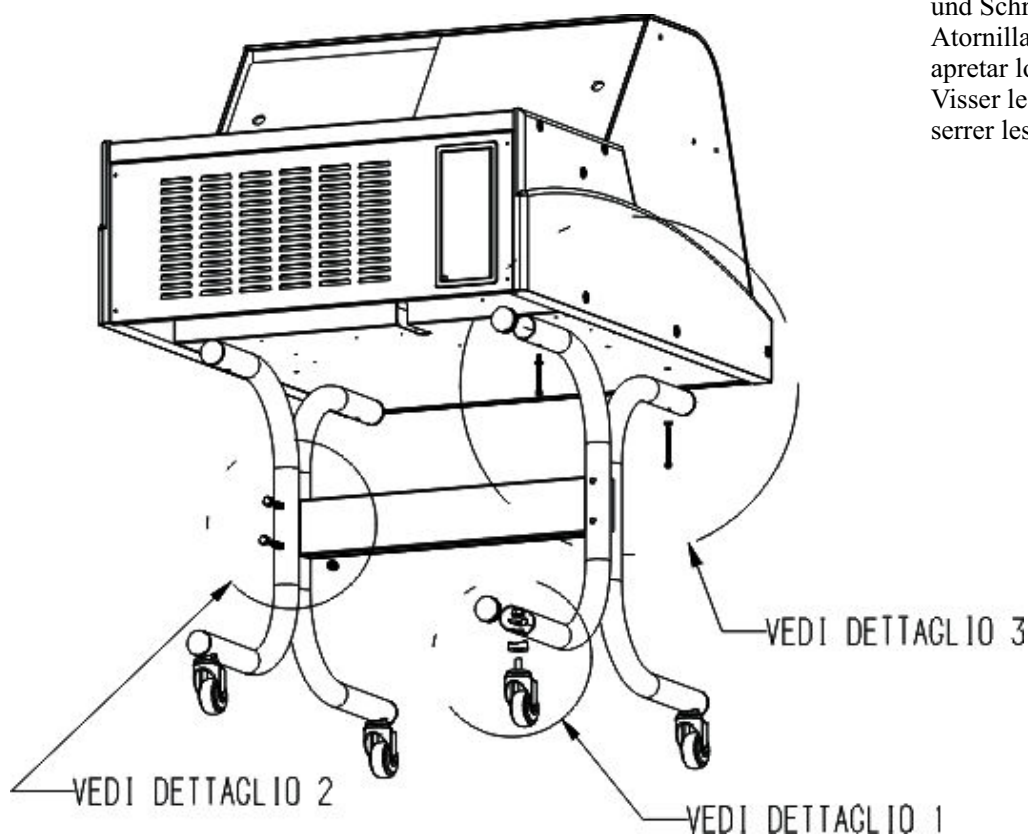

FIG. 11
L'apparecchiatura può essere dotata di un basamento con ruote per facilitarne lo spostamento. **1.** Montare le 4 ruote con i relativi anelli, nei fori sotto le 4 barre che fanno da piede. **2.** Applicare il tappo nero (A) nei fori in testata dei 4 piedi con lo smusso rivolto dalla parte del bullone. **3.** Applicare la barra trasversale alla base dei 4 piedi serrando le 4 barre filettate con i dadi ciechi. **4.** Assicurarsi che la struttura sia montata correttamente e regga sforzi verticali prima di applicarvi sopra la macchina (Vedi fig. 11).
Das Gerät kann mit einer Basis mit Rädern ausgerüstet werden, welche das einfache Verstellen ermöglicht. **1.** Montieren Sie die 4 Räder mit den bezüglichen Ringen in Übereinstimmung mit den Löchern unterhalb der 4 Stangen, welche als Beine dienen. **2.** Bringen Sie den schwarzen Stöpsel (A) auf den Löchern der 4 Bein-Köpfe an. Die Abfasung muss in Richtung des Bolzen ausgerichtet werden. **3.** Bringen Sie die transversale Stange an der Basis der 4 Beine an, indem Sie die 4 Stangen mit Gewinde mit den Muttern anschrauben. **4.** Bevor Sie die Maschine aufsetzen, versichern Sie sich dass die Struktur korrekt montiert ist und vertikalen Lasten standhält (siehe Abb. 11).
El aparato consta de una estructura con ruedas para facilitar el desplazamiento. **1.** Montar las 4 ruedas en los agujeros debajo de las 4 barras que actúan como patas. **2.** Aplicar el tapón negro en los agujeros de la cabeza de las 4 patas con la parte redondeada hacia el perno. **3.** Aplicar la barra transversal en la base de las 4 patas apretando fuertemente las 4 tuercas con una llave. **4.** Asegurarse que la estructura esté montada correctamente y que pueda sostener esfuerzos verticales antes de poner encima el aparato (Ver fig. 11).
Deze toestel is uitgerust van wieltjes voor een makkelijke omgang. **1.** Plaats 4 wieltjes met ringen, in gaatjes onder de basisvoetjes. **2.** Zwarte dop (A) plaats je in gaatjes bij de 4 wieltjes met het kaartje gericht richting het bout. **3.** Je plaats het ijzeren staaf aan de basis van de voetjes met 4 moertjes. **4.** Controleer dus het basis element dat goed gemonteerd is vooraleer een toestel erop geplaatst wordt (zie Afb. 11).
A aparelhagem pode ser dotada de um monobloco com rodas, para facilitar a sua movimentação. **1.** Montar as 4 rodas com os relativos anéis, nos furos sob as 4 barras que funcionam como apoio. **2.** Aplicar a tampa preta (A) nos furos localizados na extremidade dos 4 pés, com a chanfradura em direção ao parafuso. **3.** Aplicar a barra transversal na base dos 4 pés, fechando as 4 barras roscadas com as porcas-tampo. **4.** Assegurar-se que a estrutura esteja corretamente montada e tolere os esforços verticais, antes de apoiar a máquina sobre ela (Ver fig. 11).
Apparaten kan vara försedd med ett understativ med hjul för att underlätta förflyttningen. **1.** Montera de 4 hjulen med tillhörande ringar i hålen under de 4 stängerna som fungerar som fötter. **2.** Sätt i den svarta pluggen (A) i hålen i änden på de 4 fötterna med avfasningen vänd mot bulten. **3.** Sätt i den tvärgående stangen längst ned vid de 4 fötterna och lås fast de 4 gängade stängerna med blinda muttrar. **4.** Se till att basstrukturen har monterats korrekt och att den klarar att bära upp vertikala belastningar innan maskinen placeras ovanpå (se fig. 11).
Apparatet kan udstyres med et bundstykke med hjul, som gør det nemmere at flytte det. **1.** Monter de 4 hjul med de tilhørende ringe i hulrummet under de 4 stænger, der fungerer som ben. **2.** Indsæt den sorte prop (A) i hulrummene øverst på de 4 ben med rejfningen vendt mod boltene. **3.** Sæt den tværgående stang nederst på de 4 ben og stram de 4 gevindskårne stænger fast med de blinde møtrikker. **4.** Kontroller at strukturen er monteret korrekt og at den kan holde til sidelæns træk, før maskinen anbringes på den (Se fig. 11).
Dit machine is uitgerust met wieltjes voor een makkelijke verplaatsing. **1.** Plaats 4 wieltjes met ringen in gaatjes onder de voetjes. **2.** Zwarte dop (A) plaatsen bij de 4 gaatjes met het kaartje naar het bout gericht. **3.** Plaats het ijzeren staaf aan de basis van de voetjes met 4 moeren. **4.** Het basis element nazien voor een machine erop geplaatst wordt (Zie fig. 11).